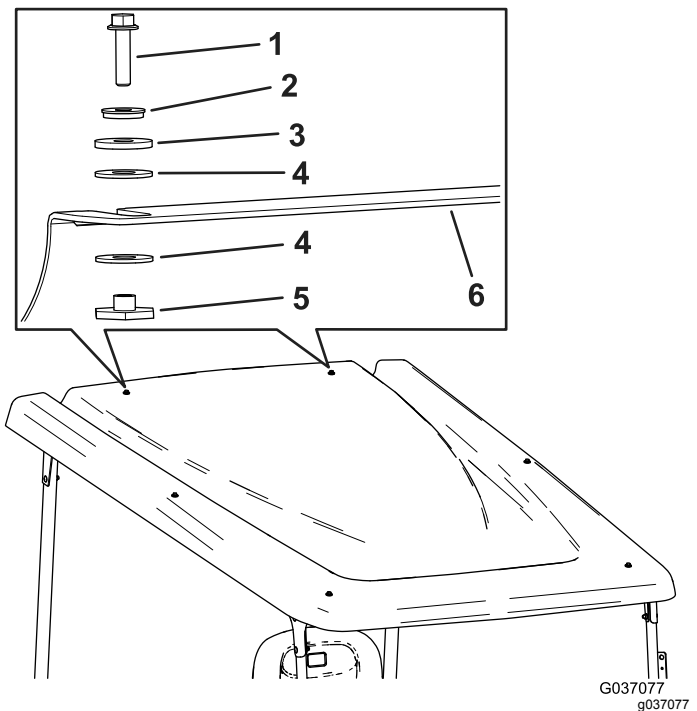

Bild 16
18. Befestigen Sie das Sonnendach mit zwei Sechskantschrauben mit Flansch (1/4" x 1"), zwei Dichtungsscheiben, zwei Reibscheiben, vier Kunststoffscheiben und zwei Bundbüchsen an der hinteren Querverbindung (Bild 16).